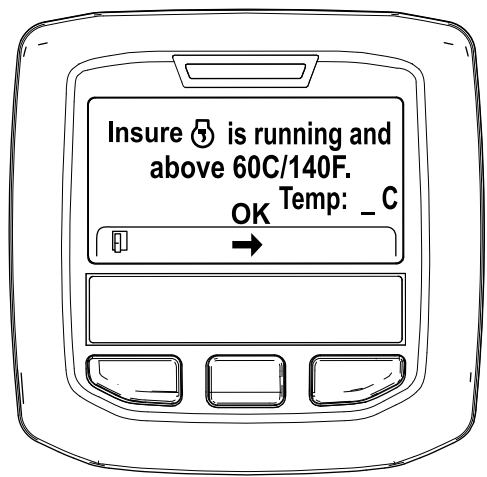

図 36
5. 冷却液の温度が 60°C (140°F) 未満の場合には、Insure Ⓜ is running and above 60C/140F” エンジン作動と冷却水を確認と表示される 図 36。